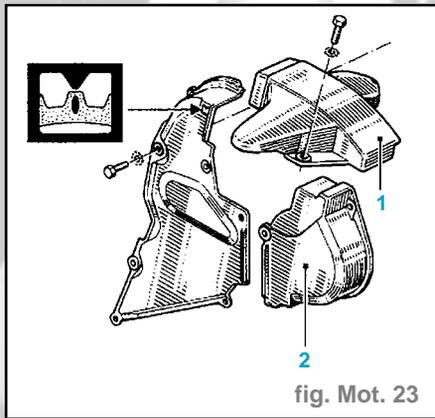

fig. Mot. 23
- le carter de la suspension pendulaire moteur (1) (fig. Mot. 23),
- le carter de la poulie de pompe d'injection (2).